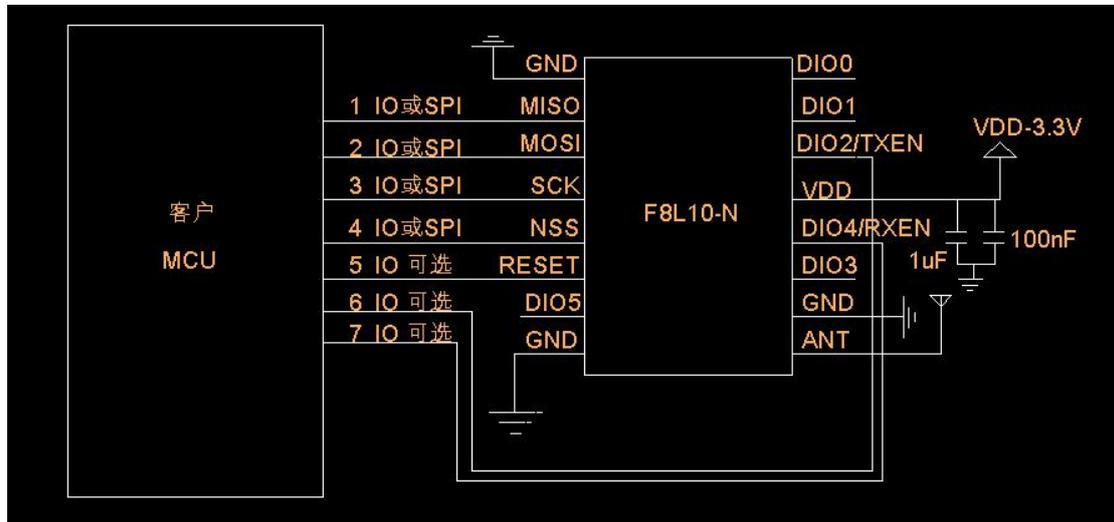

图 3-1 F8L10-N 与客户 MCU 硬件连接图
1. F8L10-N 与客户 MCU 硬件连接，如图 3-1 所示：